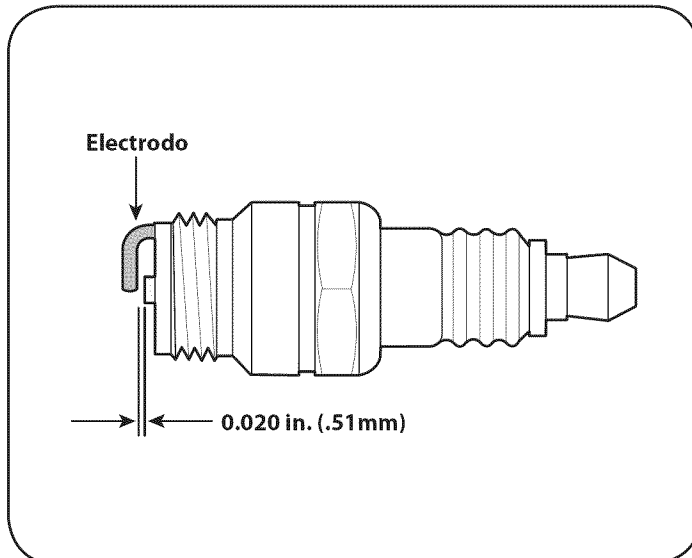

Figura 13
3. Compruebe el entrehierro con un calibrador de alambre. La separación correcta es 0,020 in. (0,51 mm). Vea la Figura 13. Si es necesario, reajuste el entrehierro.